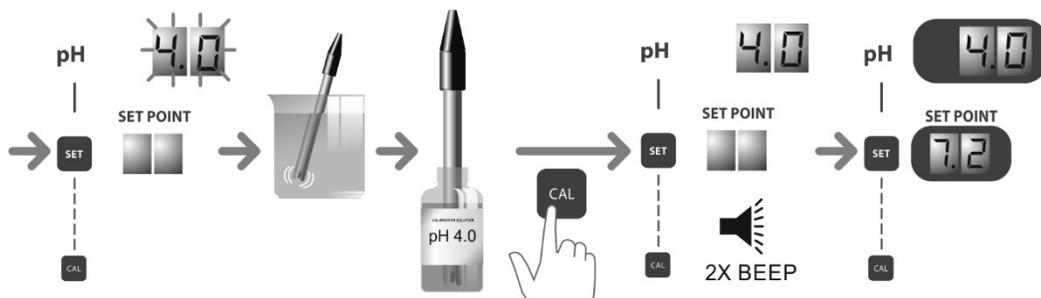

Abb. 15b.
5. Schütteln Sie die Elektrode leicht, um Wassertropfen zu entfernen, die sich eventuell noch an der Elektrode befinden. Führen Sie die Elektrode in die Standardlösung für einen pH-Wert von 4,0 ein. Schwenken Sie die Elektrode mehrere Sekunden lang und drücken Sie auf „CAL“ (Kalibrieren) [8]. Sobald sich die Messung stabilisiert, wird „4.0“ auf der oberen Anzeige angezeigt, gefolgt von zwei Pieptönen, mit denen der Vorgang beendet wird. Der Regler schließt den Kalibrierungsmodus automatisch und ist betriebsbereit. (Abb. 15b).